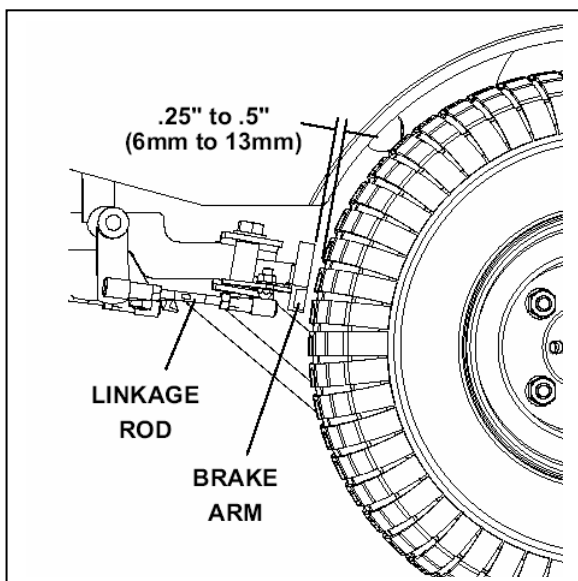

Fig. 15
3. Juster forbindelsesstangen (Linkage Rod) til venstre bremse, indtil frigangen mellem bremsearmen (Brake Arm) og dækmønstret er mellem 0,25" og 0,5" (6 og 13 mm), når parkeringsbremsen er udløst (se fig. 15).